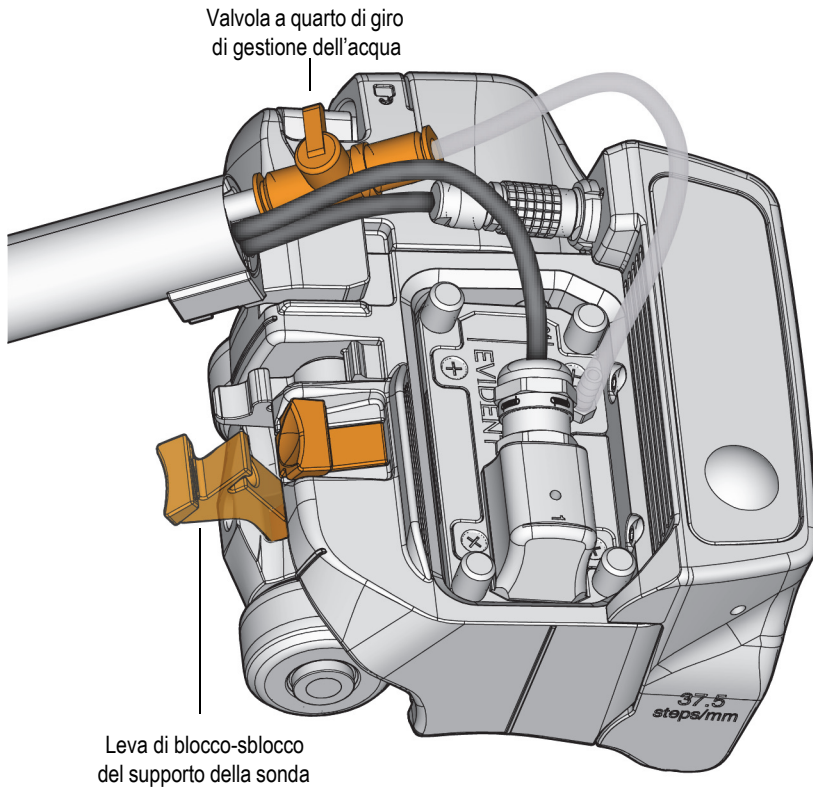

Figura 4-3 Valvola a quarto di giro di gestione dell'acqua e leva di blocco-sblocco
3. Aprire la valvola a quarto di giro di gestione dell'acqua (vedi Figura 4-3 a pagina 66).